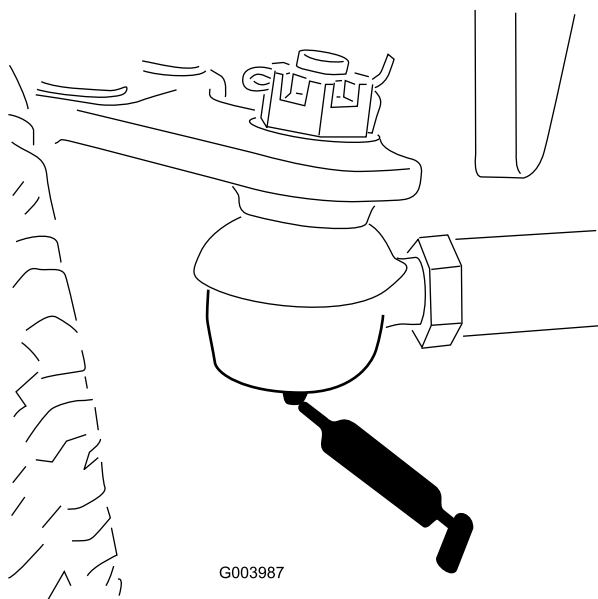

Figure 74
- Bielle d'essieu arrière (2) (Figure 74).